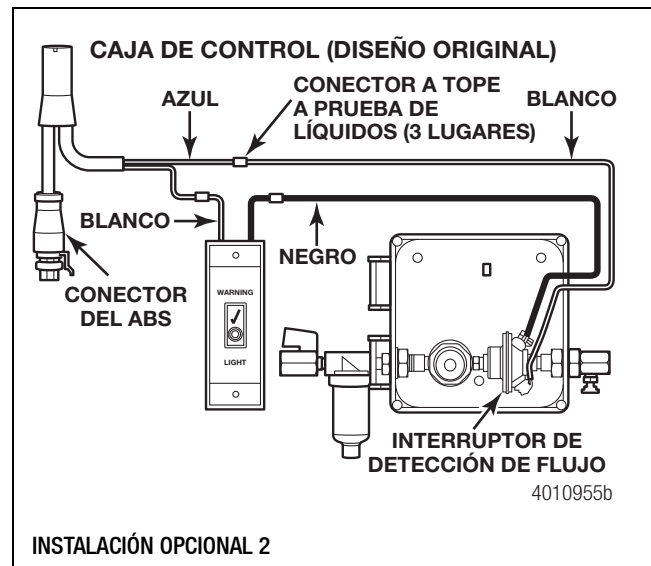
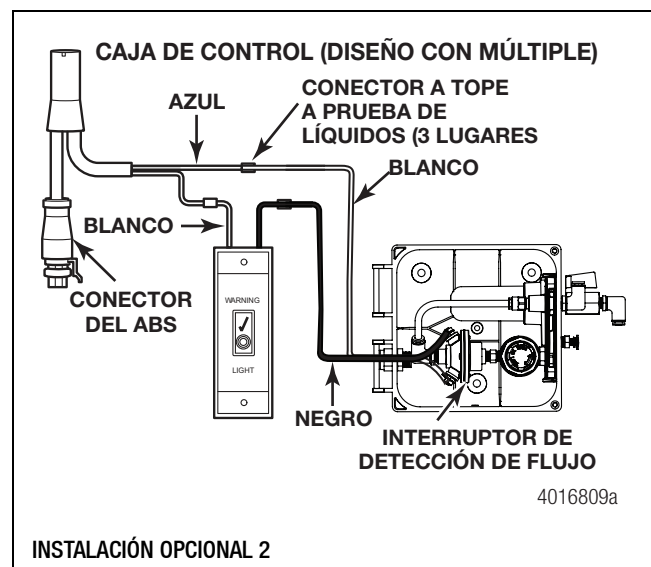

Figura 2.76
Figura 2.77
4. En el conector del ABS, conecte el cable blanco desde la caja de control hasta el cable azul del conector del ABS. Conecte el cable negro desde la caja de control hasta el cable negro proveniente de la luz indicadora. Conecte el cable blanco desde la luz indicadora hasta el conector del ABS. Use conectores a prueba de líquidos para todas las conexiones. Figura 2.76 y Figura 2.77.